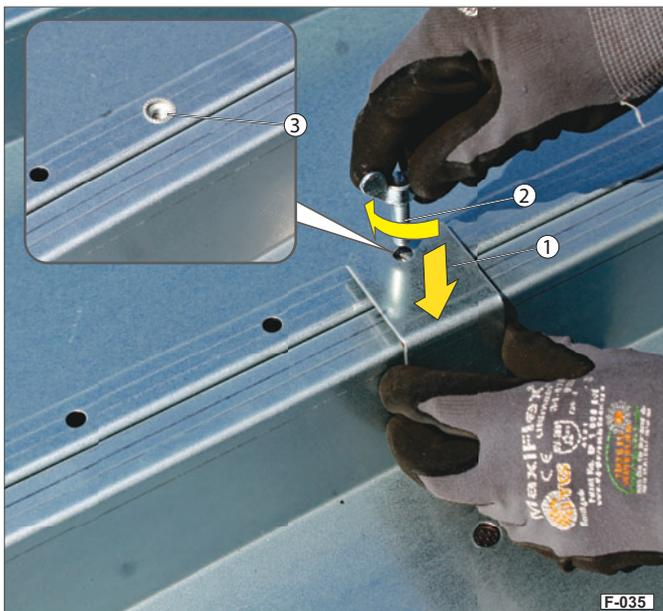

Abb. 25 Auffahrschiene festklemmen
- ▶ Schrauben Sie den Klemmwinkel (Abb. 25/1) mit der Flügelschraube (Abb. 25/2) an der Gewindebohrung der Standschiene (Abb. 25/3) fest.